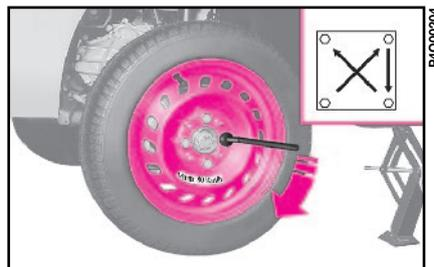

fig. 8
12) Serrer à fond les boulons, en passant de l'un à l'autre par passes croisées, suivant l'ordre représenté sur la **fig. 8**.
6) Serrer à fond les boulons en suivant l'ordre décrit ci-dessus. **fig. 8**.